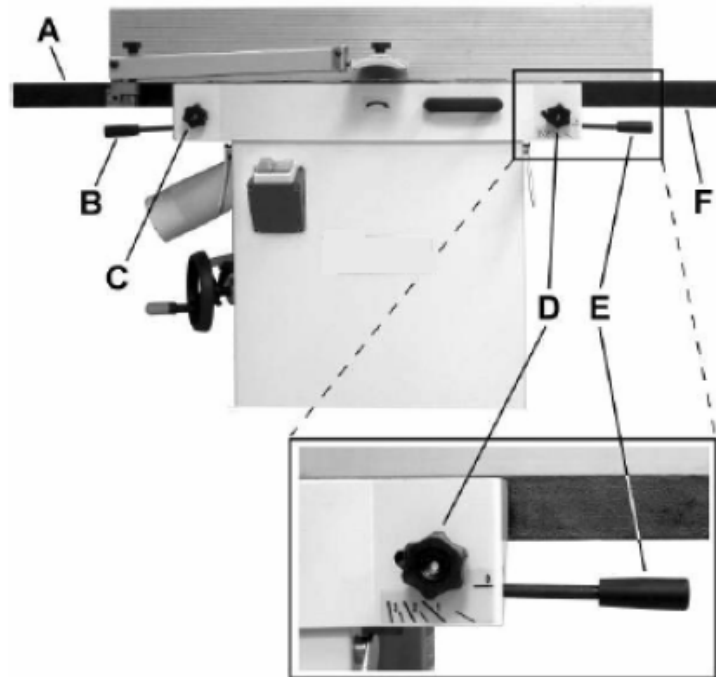

Figura 6
Refiriéndonos a la Figura 6:
2. Afloje la perilla de bloqueo (A) y deslice el protector del cabezal de corte (B, C) para despejar la mesa.
5. Coloque un borde recto (D) a lo largo del frente de la mesa de salida (F) y que se extienda sobre la mesa de entrada (G). Tenga en cuenta la posición de la mesa de alimentación (G). Observe la posición del borde recto en la Figura 6 con respecto a la guía (H).